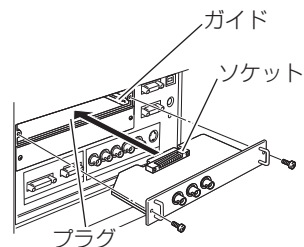

図 2
- 3 接続端子をガイドに沿って差し込みます。接続端子のソケットがプロジェクター本体奥のプラグに正しく接続されるように、奥までしっかりと差し込んでください。(図 2)
- 4 ネジ 2 本で接続端子を固定します。(図 2 参照)